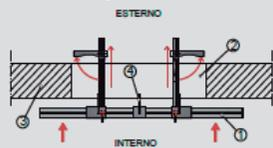

Fig.1 Finestra o porta-finestra
- 2) Posizionare il dispositivo all'interno dell'apertura in posizione orizzontale con i supporti rivolti verso l'esterno (vedi Fig. 1 e 2).